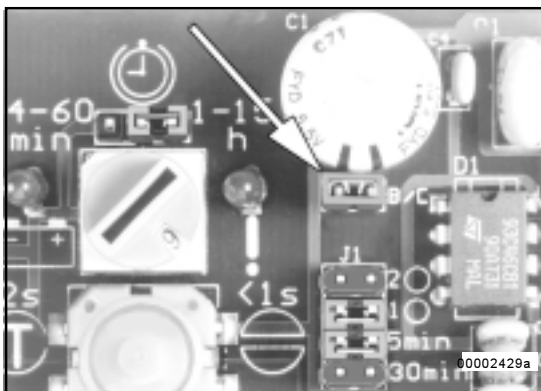

Abb. 5 - Jumper B/D aufgesteckt
- Die Steuerplatte steuert automatisch den Ablauf von Pausen- und Arbeitszeit der Zentralschmierpumpe 203, in Abhängigkeit der Maschinen - bzw. Fahrzeug - Betriebsstunden t_B (Abb. 5).